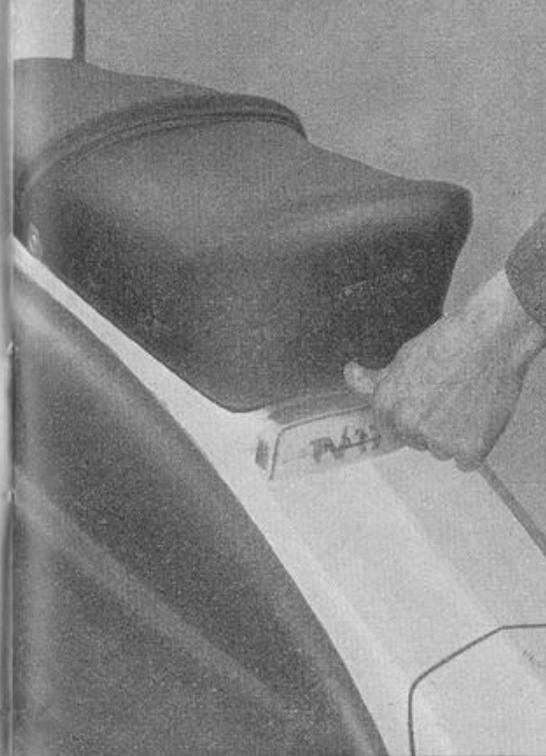

Fig. 7
- liberare dal suo fermo il sellone premendo sulla sua parte posteriore (fig. 7);